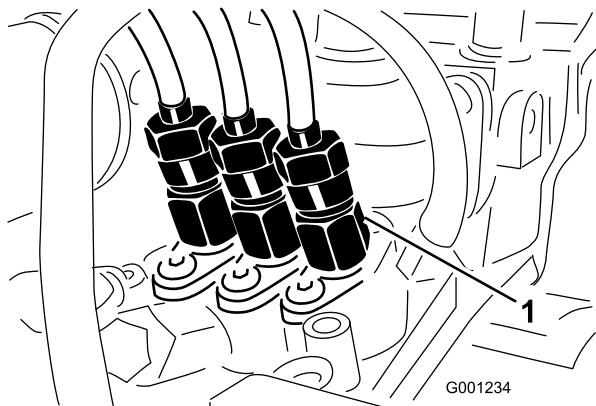

Figura 52
1. Liberte a tubagem que se encontra ligada ao injector nº 1 e à estrutura de suporte da bomba de injecção (Figura 52).